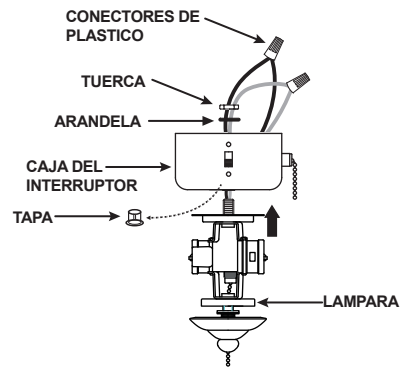

Fig 17
Paso 1. Quite y deseche el tornillo del centro de la caja del interruptor. (Fig. 17)
Paso 2. Pase los alambres NEGRO y BLANCO de la lampara por el agujero central de la caja del interruptor. Atornille la caja del interruptor a la boquilla de la lampara. (Fig. 17) Asegurese que la lampara quede bien apretada con la caja del interruptor para prevenir que se afloje con la vibracion cuando el ventilador este en operacion.
Paso 3. Asegúrese que el cable blanco del accesorio de iluminación este conectado al cable blanco de la caja del interruptor, y que el cable negro del accesorio de iluminación este conectado al cable azul de la caja del interruptor. (Fig. 17)